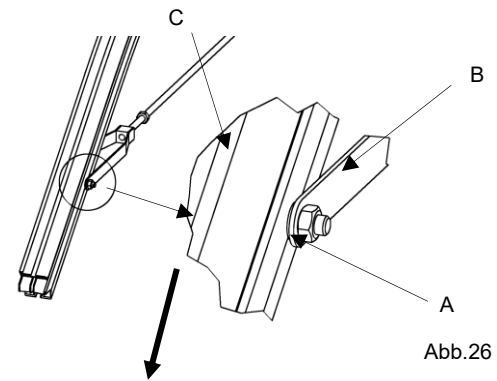

Abb.26
Die U-Scheiben (A) zwischen den Spanngabeln (B) und Randsprossenprofilen (C) positionieren! (Abb.26/27)